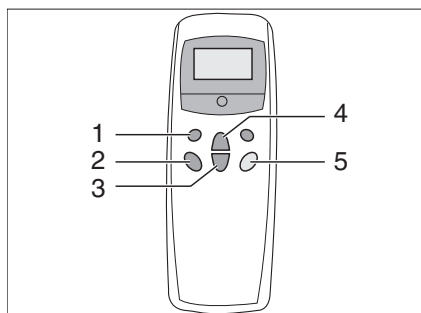

Fig. 181 Télécommande
La climatisation est montée sur le toit du véhicule. La télécommande (Fig. 181) pour la climatisation se trouve dans le coin cuisine.
- Enclencher la télécommande avec l'interrupteur (Fig. 181,5).
- Régler le mode de fonctionnement désiré avec la touche (Fig. 181,1).
- Si nécessaire, régler avec les touches (Fig. 181,3 et 4) la puissance du ventilateur et la température ambiante désirées.
- Pour la mise hors service, appuyer à nouveau sur la touche (Fig. 181,5) de la télécommande.